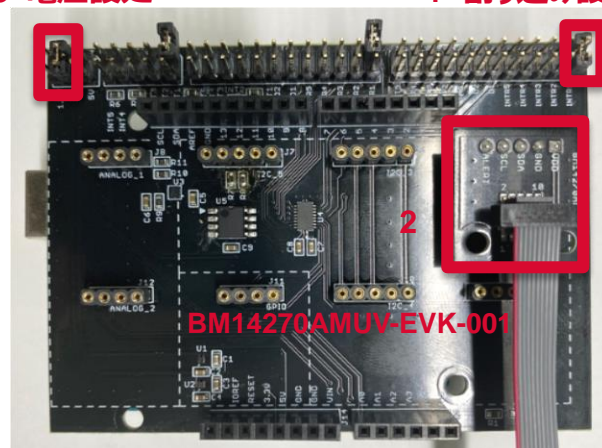

Figure 2. BM14270AMUV-EVK-001 と SensorShield の接続
2. SensorShield の I2C エリアに BM14270AMUV-EVK-001 を接続 (Figure 2)
3. SensorShield の電圧設定を 3.0V に設定 (Figure 2)
4. SensorShield の割り込み設定を INTR1 に設定 (Figure 2)